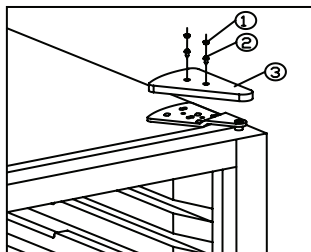
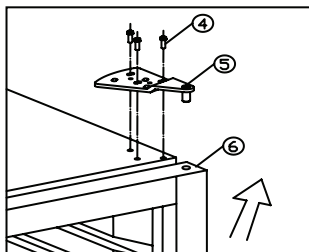
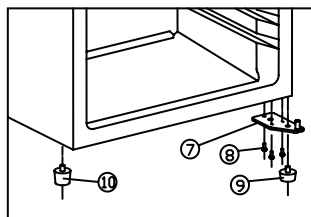
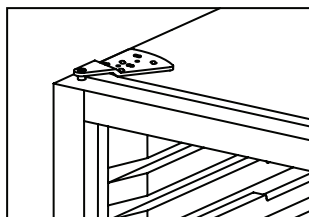

Abb. 5.1
Abb. 5.2
Abb. 5.3
Abb. 5.4
- Die Gummpfropfen (1) abmontieren. Siehe Abb. 5.1
- Die Schrauben (2) und die Scharnierabdeckung (3) entfernen
- Die 3 Schrauben (4), die das obere Scharnier festhält, abmontieren und das obere Scharnier abheben (5) **TÜR UNTERSTÜTZEN!** Siehe Abb. 5.2
- Die Tür (6) abheben und den Schrank auf den Rücken legen
- Die 3 Schrauben (8), die das untere Scharnier festhält (7), entfernen und den niedrigen Gehäusefuß (9) von der Scharnierabdeckung abmontieren. Siehe Abb. 5.3
- Den hohen Gehäusefuß (10) vom Schrank abmontieren und auf der entgegengesetzten Seite wieder montieren
- Das untere Scharnier auf der linken Seite mit den 3 Schrauben montieren (8)
- Oberes Scharnier, Scharnierabdeckung und Gummpfropfen montieren. Siehe Abb. 5.4.